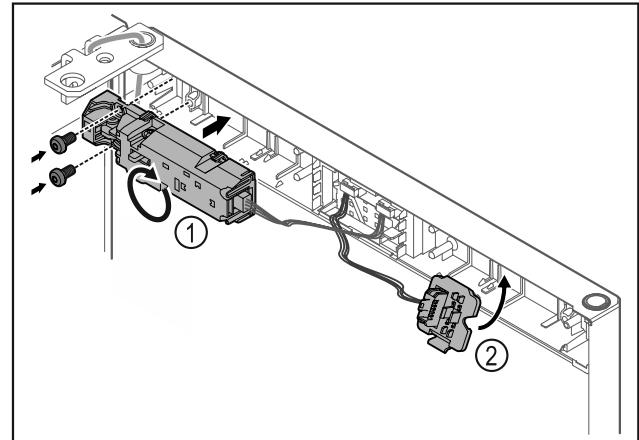

Fig. 25
- Fernschloss Fig. 25 (1) um 180° drehen und auf Gegenseite befestigen.
- Steckerhalterung Fig. 25 (2) auf Gegenseite einrasten.*